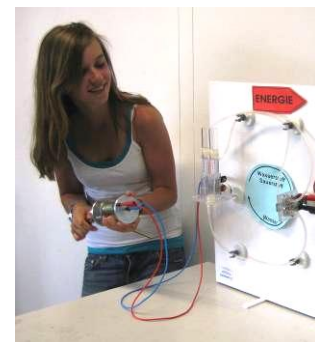
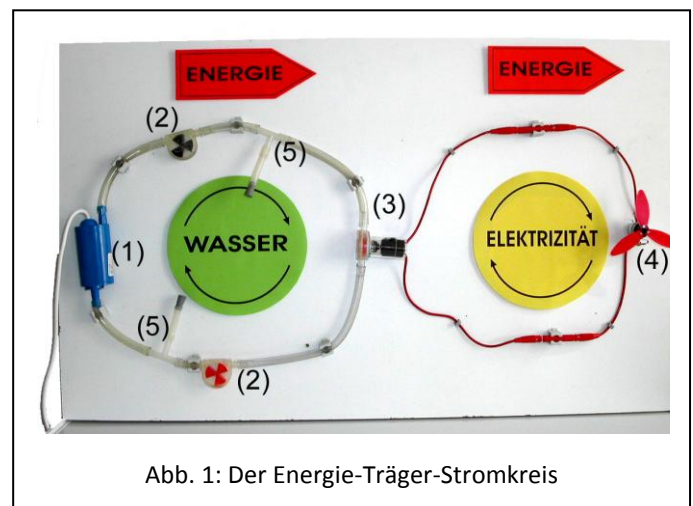

Abb. 3: Antrieb des chemischen Energie-Träger-Stromkreise mithilfe eine Netzgeräts, eines Handgenerators, einer Solarzelle
Abb. 1: Der Energie-Träger-Stromkreis
Energie strömt nie allein, bzw. wird nie allein ausgetauscht, sondern immer mit einer zweiten physikalischen Größe zusammen. Diese zweite Größe kennzeichnet die „äußere Erscheinungsform“ des Energietransports. Um die Energie klar von den begleitenden Größen zu unterscheiden, wurde der in Abbildung 1 dargestellte Versuchsaufbau (108.0700) entwickelt, durch den die Schülerinnen und Schüler diesen Unterschied bildhaft erleben können: Eine mit einem Netzgerät verbundene Pumpe (1) treibt Wasser an, das Wasser einen „Wassergenerator“ (3) und dieser einen elektrischer „Lüfter“ (4). Da ein Propeller zum Antrieb Energie benötigt, kann der „Weg“ der Energie zurückverfolgt werden: sie kommt vom „Wassergenerator“, von der Pumpe, vom Netzgerät bzw. von einem Kraftwerk,.... Die Energie ist das, was durch alle Stationen hindurch geht. Dies wird durch die Energiepfeile symbolisiert (Abb. 2). Auf diese Weise wird der „Erhaltungsaspekt“ der Energie betont. Das Wasser und die Elektrizität nehmen dagegen *andere Wege*: sie strömen im Kreis. Deshalb werden zwischen Pumpe und Turbine *zwei* Schläuche, zwischen Generator und Lüfter *zwei* Kabel benötigt. Dass die Energie und die zweite am Energietransport beteiligte physikalische Größe *unterschiedliche Wege* nehmen, ist ein entscheidendes Kriterium, durch das wir die Energie von den sie begleitenden Größen unterscheiden können. Die Tatsache, dass Energie nie alleine strömen kann, sondern immer zusammen mit einer zweiten Größe strömen muss, können wir durch
Fragen wie: „Worin unterscheidet sich eigentlich das Wasser in Abbildung 1 vor und nach dem Wassergenerator?“ „Worin unterscheidet sich die Elektrizität vor und nach dem Lüfter?“ führen zu den Begriffen „Druck  $p$ “ und „elektrisches Potenzial  $\varphi$ “. Beide physikalische Größen haben eine analoge Bedeutung: sie geben an, wie viel Energie von dem jeweiligen Energieträger transportiert wird. Ihre Differenz  $\Delta p$  bzw.  $\Delta\varphi$  gibt an, wie viel Energie in einem System vom Wasser bzw. von der Elektrizität aufgeladen, bzw. abgeladen wird. In der angegebenen Literatur wird ausführlich dargelegt, wie diese im Anfängerunterricht bildhaft eingeführten Konzepte im weiterführenden Unterricht immer weiter geschärft und präzisiert werden können. In Abbildung 3 und 4 ist das Energie-Träger-Konzept übersichtsartig zusammengefasst.